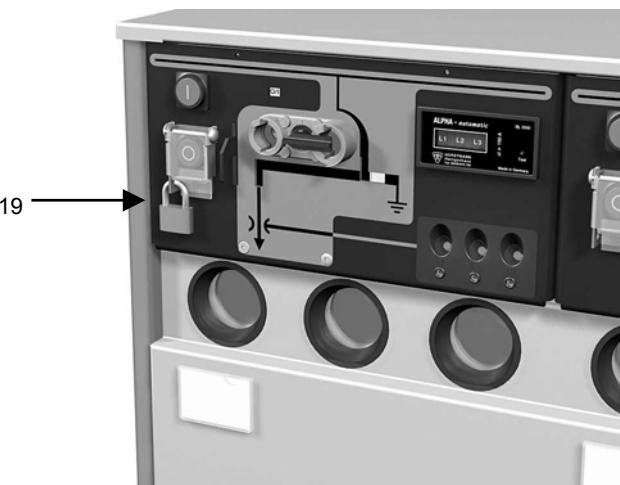

Рисунок 4-13: Навесной замок на кнопке отключения
1. Проденьте дужку замка сквозь отверстие, расположенное под кнопкой отключения (см. Рисунок 4-13).